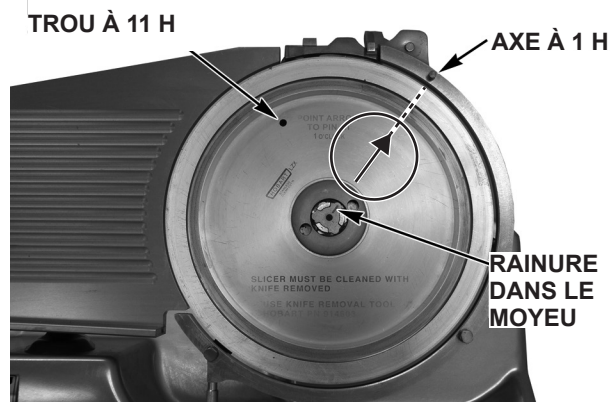

Fig. 11
- Assurez-vous que la plaque de calibrage est fermée, puis tournez le couteau avec votre main pour aligner la flèche sur le couteau avec l'axe sur le protège lame en position 1 h (Fig. 11). La saillie du moyeu du couteau sera également alignée avec le même axe.